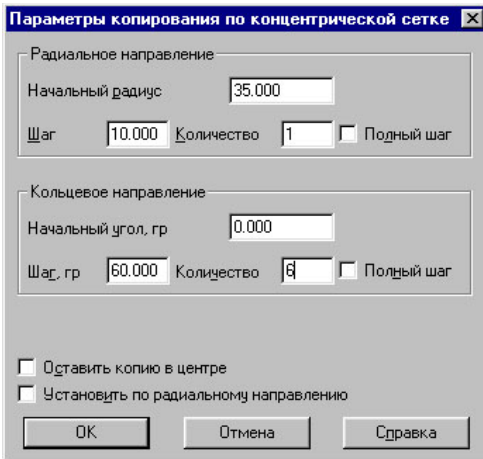

Рисунок 5.5 - Параметри копіювання по концентричній сітці
За допомогою команди "Копія" можна створювати масиви однотипних елементів, розташованих у визначеному порядку. Наприклад, кнопкою "Копія" по концентричній сітці можна створити круговий масив отворів на фланці. На рис. 5.5 показане діалогове вікно "Параметри копіювання" по концентричній сітці, що викликається кнопкою "Параметри концентрической сетки".
- 4. Викликати кнопкою "Параметры концентрической сетки" діалогове вікно і встановити необхідні значення (відповідно до рис. 5.5).